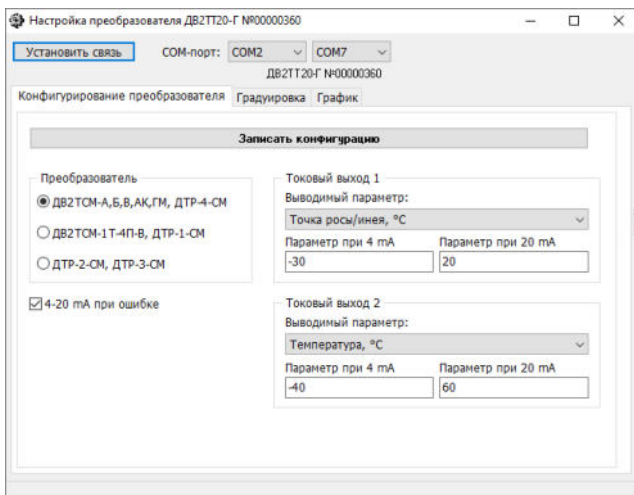

Рис.4. Окно программы конфигурирования после установления связи с преобразователем.
- 6.1.5. Если номер COM-порта установлен правильно, окно программы конфигурирования примет вид, показанный на рис. 4.
7.10. Если измерительный преобразователь от ПИТ20 и при конфигурации установлена галочка в окне «4-20 мА при ошибке» (рис.4), то он начинает попеременно с интервалом 32 секунды выдавать на токовые выходы значения тока 4 мА и 20 мА. Если галочка не установлена, на выходах преобразователя устанавливается значение тока 0 мА.